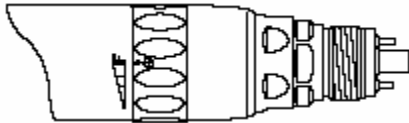

Рис. 3
- 1) Вращение вперёд: установите регулятор вращения в положении вращение Вперёд - (FWD) F – (Рис. 3)